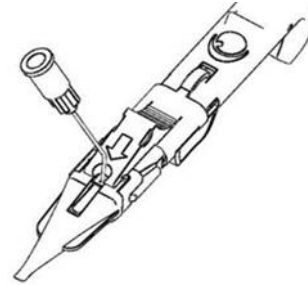

Fig. 6
8. În orificiul aflat în fața blocatorului roșu se introduce canula (23G sau mai mare) a seringii cu vâscoelastic. Injectați soluție vâscoelastică prin orificiu așa cum este indicat în Fig. 6. Este suficientă umplerea cartușului până la jumătatea cartușului.